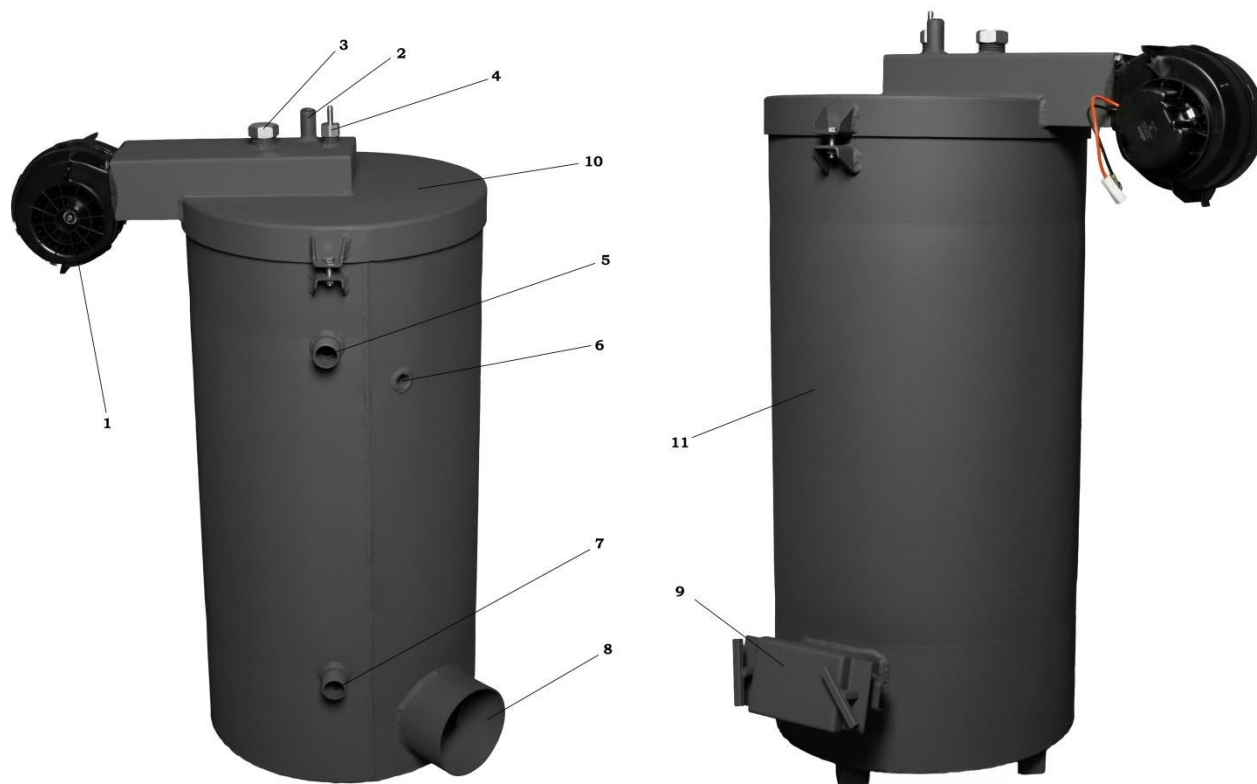

Рисунок 1.1 - Внешний вид котла
- При наличии контура заземления, заземлить корпус блока автоматики. Установить вентилятор наддува 1. (рис. 1.1.)